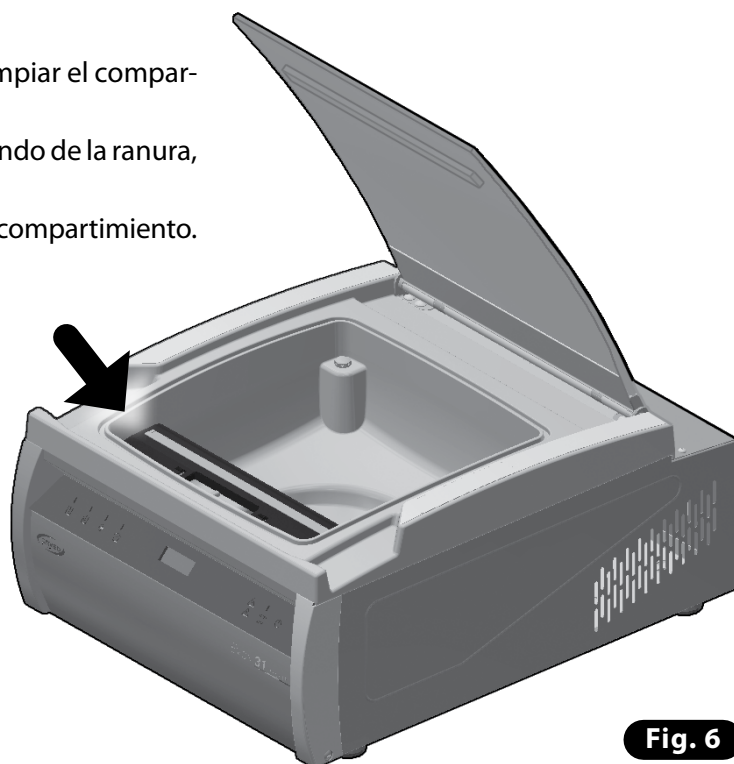

Fig. 6
- Colocar el nuevo teflón de cobertura en el soporte, dirigido con la parte terminada hacia abajo (**Fig. 6**).
- 2) Quitar la guarnición colocada en el borde de la tina y limpiar el compartimiento de eventuales residuos de suciedad (**Fig. 6**).